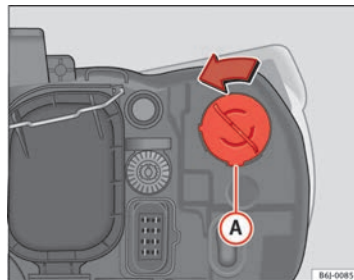

Abb. 154 Blinklicht ▶
- Drehen Sie den Lampenträger ⇒ Abb. 154 **A** nach links und ziehen Sie.